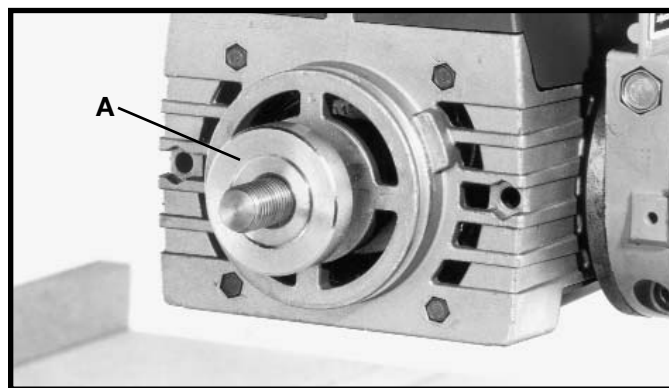

Fig. 44
2. Monte la pestaña interior del arbol (gruesa) (A) Fig. 44 sobre el eje del arbol con el lado embutido de la pestaña (A) apuntando hacia afuera.